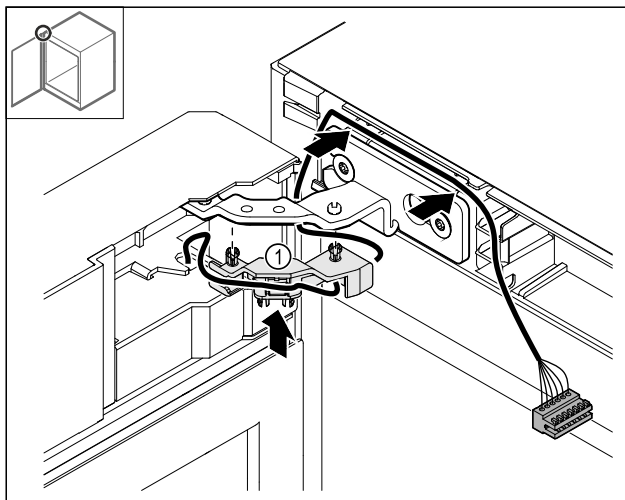

Fig. 50
- Kabelhalterung Fig. 50 (1) ins Scharnier drücken.